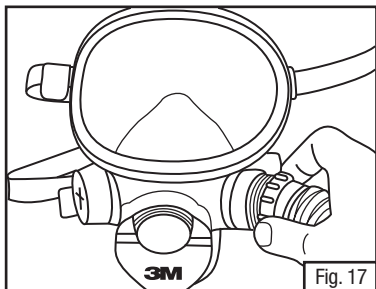

Fig. 17
3. Passe 40 mm da conexão da Traqueia em 40 mm da porta DIN na peça facial (Fig. 17 e 18).